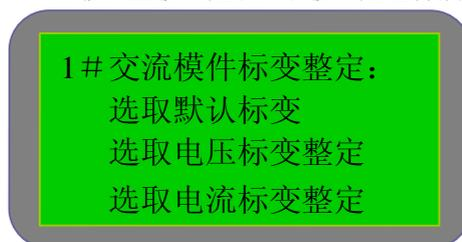

图 5-5-3
2) 标变整定。如图 5-5-3, 按“上移”键或“下移”键选择所整定的标变, 操作须输入密码“8888”。